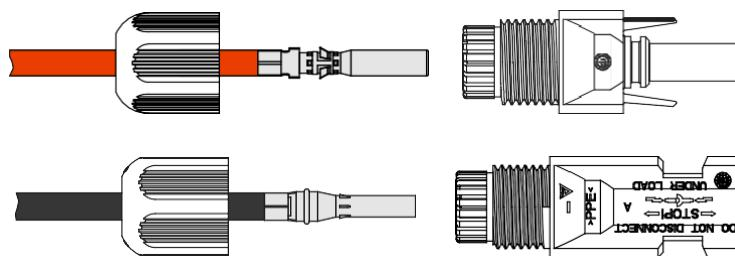

Figura 3-18 Fixe o terminal de metal
**Etapa 3** Insira o cabo positivo e o cabo negativo na capa de isolamento correspondente, respectivamente. Se houver um som de clique, significa que foi inserido corretamente, conforme mostrado na Figura 3-18.